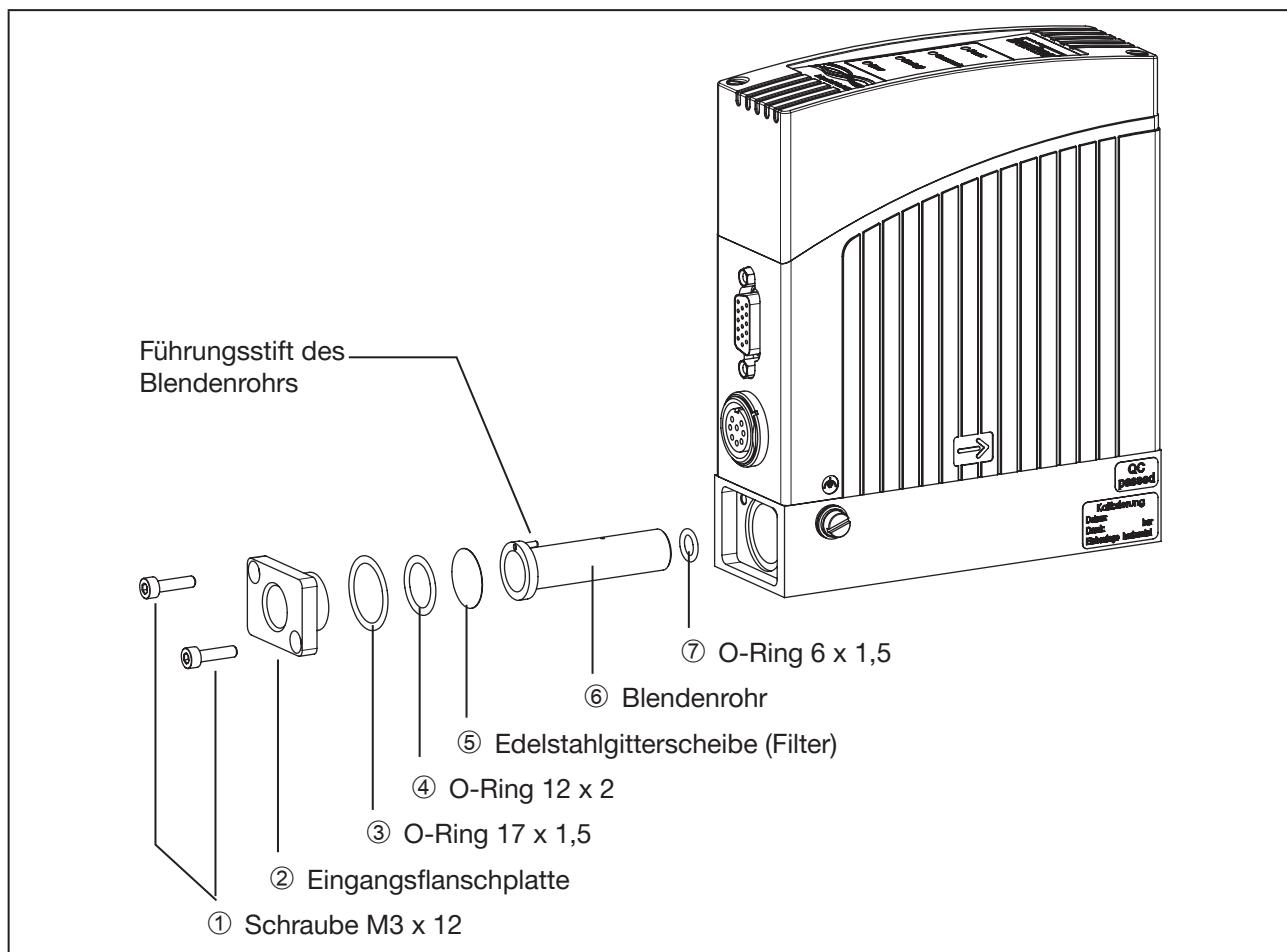

Abb. 11: Wartung, Reinigung
- Für den Zugang zur Edelstahlgitterscheibe die Eingangsflanschplatte ② lösen (siehe Abb. 11: Wartung, Reinigung).
- Teile in der richtigen Reihenfolge und lagerichtig wieder einsetzen (siehe Abb. 11: Wartung, Reinigung).
- Das Blendenrohr ⑥ muss so eingesetzt werden, dass der Führungsstift des Rohrs in die entsprechende Bohrung des Grundblocks eingeführt wird.
- Das feine Gitter der Edelstahlgitterscheibe ⑤ muss beim Einsetzen zur Eingangsflanschplatte ② zeigen.